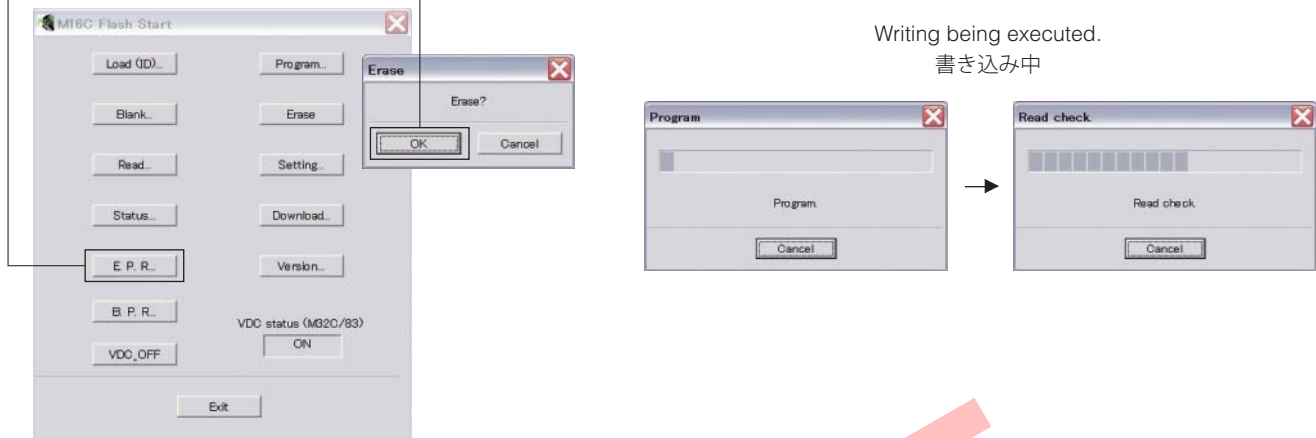

Fig. 6
- 6. Click [E.P.R.], then the "Erase" screen appears. (Fig. 6)
- 7. Click [OK] to start writing. (Fig. 6)
- 6. [E.P.R] をクリックすると、「Erase」が表示されます。(Fig. 6)
- 7. [OK] をクリックして書き込みを開始します。(Fig. 6)